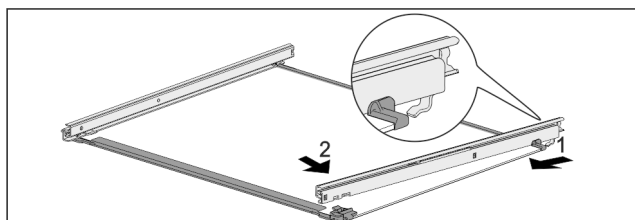

Fig. 123 Tablette en verre avec rails
- Accrocher le rail à l'arrière. Fig. 123 (1)
- Accrocher le rail à l'avant. Fig. 123 (2)